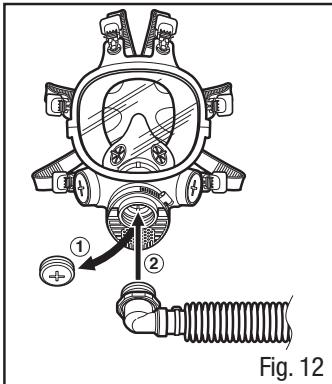

Fig. 12
1. Retirer l'obturateur pour masques complets 7890 et le visser dans le tuyau de respiration W-3264 3M^{MC} dans l'orifice central (Fig. 12).